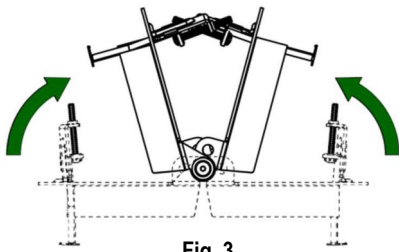
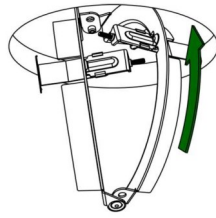

Fig. 3
Fig. 4
2. Doble el anillo de montaje por la mitad (Fig. 3) e insértelo a través de la abertura en el techo. (Fig. 4)